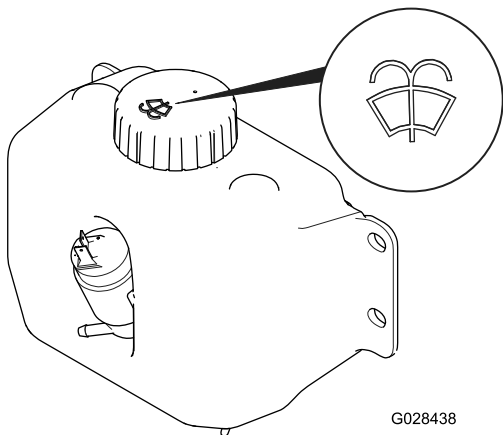

Figura 51
3. Individuate il serbatoio del lavacrystallo (Figura 51).